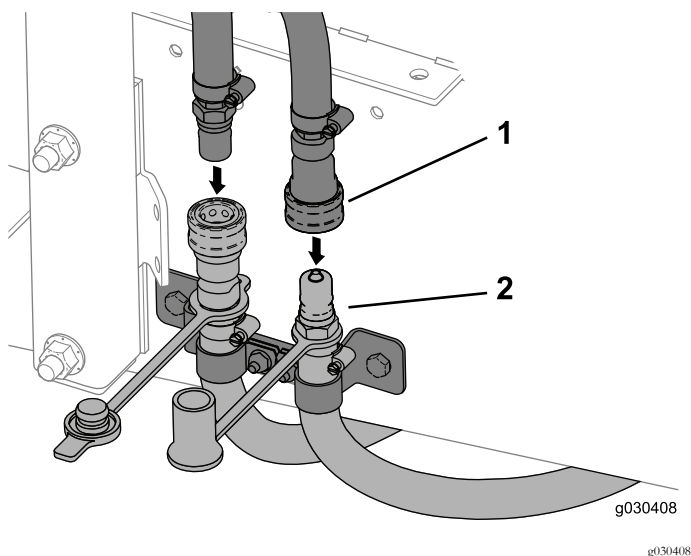

図 41
6. キャブからのホースを機体のホースに接続する 図 41。